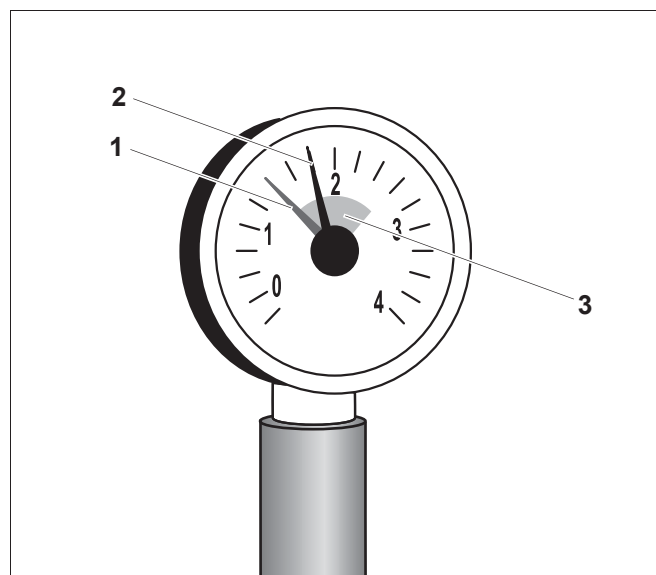

Рис. 21 Манометр для закрытых отопительных установок
- Красную стрелку (рис. 21, **поз. 1**) манометра отопительной установки поставить на необходимое минимальное давление 1 бар.